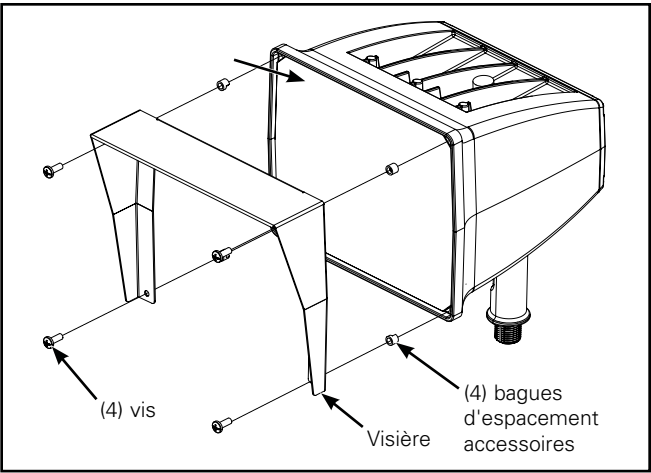

Figure 9.
4. Alignez la visière sur les bagues d'espacement accessoires, en les superposant sur les (4) trous existants. (Figure 9).
5. Ajoutez (4) vis cruciformes n° 10-24 sur l'avant du luminaire pour fixer la grille de protection.